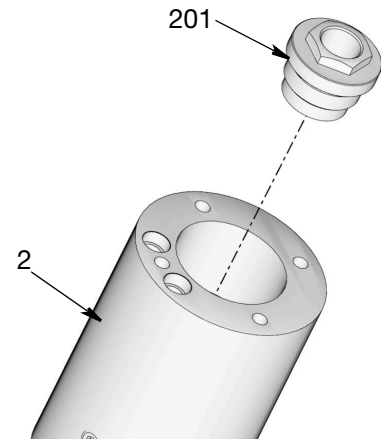

図 34
22. ピストン (213) からピストンシール (214) を取り外し、ピストンシール (214) とピン (217) を廃棄します。新しい交換部品はシールキットに含まれています。
23. ロッドセクションとポンプシリンダー (204) の内側表面を目視で検査し、分解後に曲がりや損傷がないことを確認します。部品が曲がっていたり損傷しているポンプは、圧力に耐えられず、効果的に作動しません。
24. ストラップレンチを使ってスペーサーシリンダー (205) をポンプアダプタ (2) から分離し、シリンダーを緩めます。シリンダー (205) が緩んだら、手でネジを緩めて、ポンプから取り外します。
25. スペーサーシリンダー (205) で取り出せない場合は、内側ポンプアダプタ (2) からガスケットシール (206) を取り外します。ガスケットシールを廃棄します。キットに付属のガスケットシールを再組立てに使用します。
26. ソケットを使って、六角ナット (201) を緩めてポンプアダプタ (2) から取り外します (図 34)。